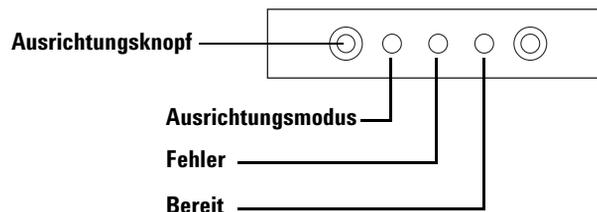

Abb. 106 Ausrichten des Probentellers
- 1 Verwenden Sie einen langen, schmalen Gegenstand (zum Beispiel die Spitze eines Stiftes), um den vertieften Ausrichtungsknopf links neben den Warnleuchten zu drücken. Vermeiden Sie es, alles hinter oder ringsherum des Knopfes in der Vertiefung zu berühren (Abb. 106).